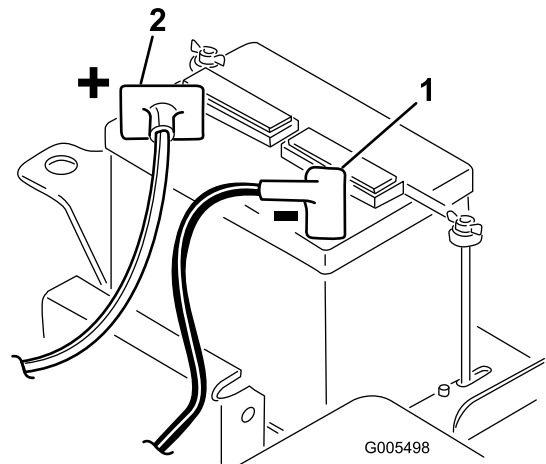

Figura 5
2. Ligue o cabo positivo da bateria (vermelho) a partir do solenóide de arranque ao pólo positivo (+) da bateria (Figura 5). Fixe-a com uma chave de porcas e cubra o terminal com vaselina. Certifique-se de que o cabo não toca no banco, na posição mais atrás, porque pode desgastar ou danificar o cabo.